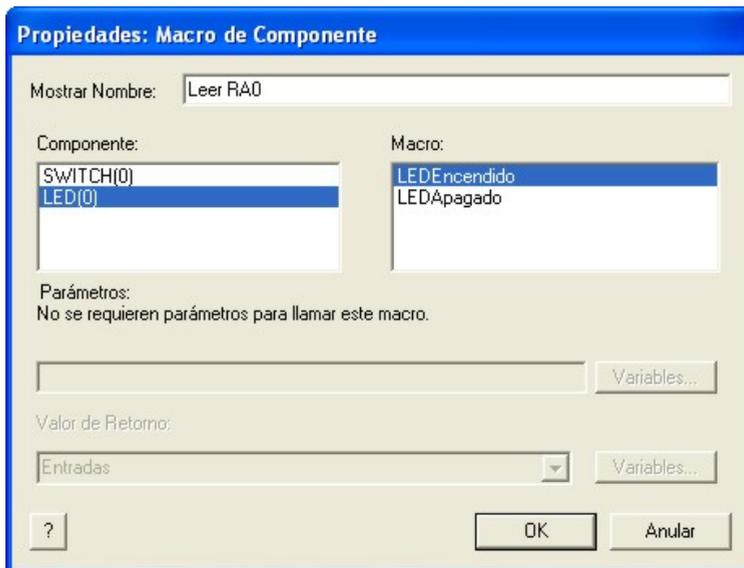

Figura AN12-21. Herramienta Macro de Componentes
1. **LeerEstado.** Lee el estado de la línea de entrada a la que está conectado el SWITCH(0) y los deposita en la variable de retorno que se indica en el campo "Valor de Retorno(BYTE)".
2. **EsperarHastaAlto.** Espera a que la línea de entrada a la que está conectado el SWITCH(0) se ponga a nivel "1". En este momento finaliza la Macro o función, que no retorna ningún valor.
3. **EsperarHastaBajo.** Espera a que la línea de entrada a la que está conectado el SWITCH(0) se ponga a nivel "0". En este momento finaliza la Macro o función, que no retorna ningún valor.
La figura AN12-21 muestra la misma ventana de propiedades de la herramienta "Macro de Componentes". En esta ocasión se selecciona el componente LED(0) donde podemos ver las funciones o Macros asociadas a éste:
1. **LEDEncendido.** La línea de salida donde se encuentra conectado el LED(0) se activa.
2. **LEDApagado.** La línea de salida donde se encuentra conectado el LED(0) se desactiva.